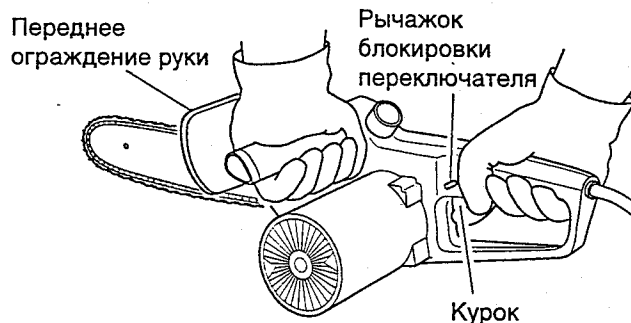

Рис. 9. Переднее ограждение руки, рычажок блокировки переключателя и курок
3. Держите пилу обеими руками. Левая рука должна всегда находиться на передней, а правая — на задней рукоятке. Держите пилу крепко. Пальцы должны охватывать рукоятки пилы (см. рис. 9).
5. Приготовившись сделать распил, нажмите большим пальцем правой руки на рычажок блокировки переключателя и спустите курок (см. рис. 9). Это включает пилу. Освобождение курка выключает пилу. Прежде чем начать пилку, убедитесь в том, что пила работает на полной скорости.